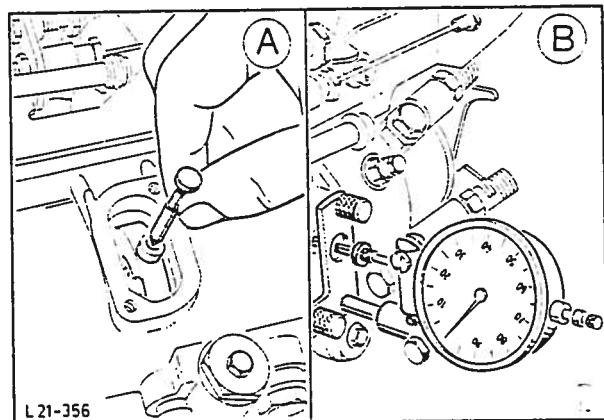

Fig. 75 Monter måleuret med spesialverktøy
50. Demonter pumpens sidedeksel fra innsprøytningspumpen, (2 bolter) og monter måleuret med spesialverktøy 21-089. Dreier pumpen inntil følerpinnen går i inngrep i innstillingssporret. Null-still måleuret, fig. 75.